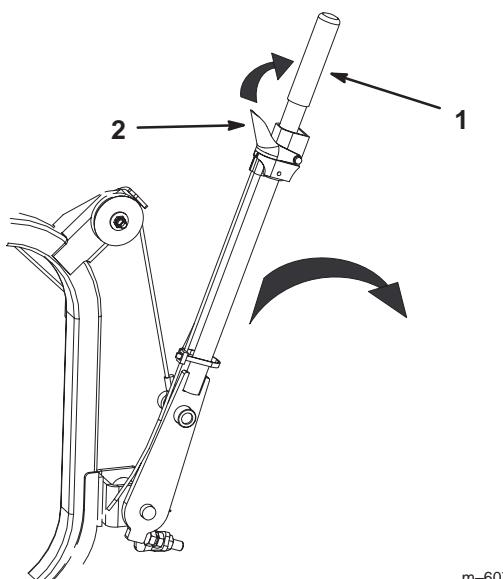

Bild 28
2. Fassen Sie nach hinten, drücken Sie die Hebelklinke zusammen und lassen Sie sie gegen den Graskollektorschubel los (Bild 28). Der Hebel, der die Graskollektorschürze sichert, wird geöffnet.
3. Ziehen Sie den Graskollektoraarm nach unten, damit das Gras aus dem Graskollektor fallen kann (Bild 28).
4. Stellen Sie den Graskollektoraarm mit einer schnellen Bewegung wieder in die senkrechte Position. Achten Sie darauf, dass die Graskollektorschürze wieder ganz in den Hebel einrastet (Bild 28).